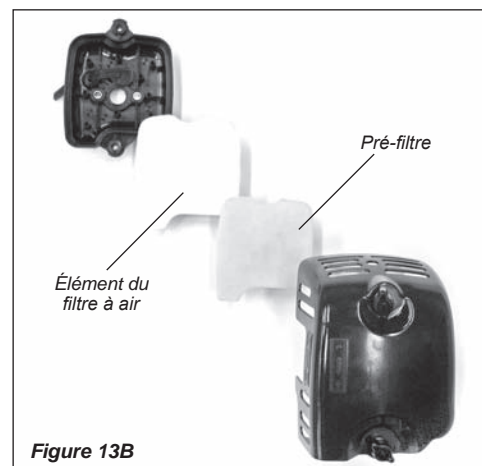

Figure 13B
2. Enlever et inspecter le pré-filtre. Si le pré-filtre est tordu ou endommagé, le remplacer par un neuf. Voir la figure 13B.